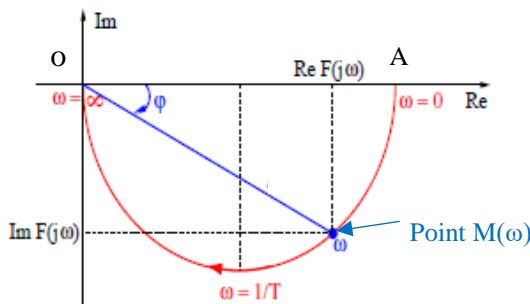

Figure 11 : lieu de Nyquist de  $\underline{F}(j\omega) = \frac{A}{1+j\frac{\omega}{\omega_0}}$
- ou alors par sa partie réelle  $\text{Re}(\underline{F}(j\omega))$  et imaginaire  $\text{Im}(\underline{F}(j\omega))$  (voir représentation figure 11)
NB : Sur les figures 11 et 12,  $A > 0$ .
**Analyse courbe figure 11**